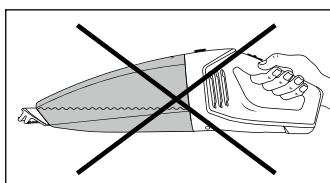

Afb. 3
- Wanneer u vloeistof hebt opgezogen, draag het apparaat dan altijd met het natzuigmondstuk **①** omlaag wijzend (zie afb. 3):